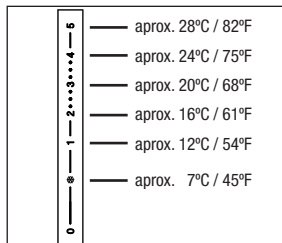

Fig. 5 Escala de temperatura del termostato "Vindo TH"
- Ajuste el termostato a la temperatura ambiente requerida (fig. 5).